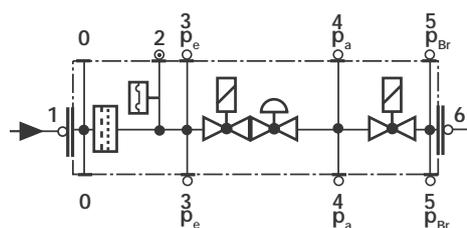

Fig. 32
- Cambiar el filtro cuando  $\Delta p$  entre las tomas de presión 1 y 3 sea  $> 10$  mbar (Fig. 32).
- Cambiar el filtro cuando  $\Delta p$  entre las tomas de presión 1 y 3 (Fig. 32) sea dos veces mayor que el valor registrado durante el último control.